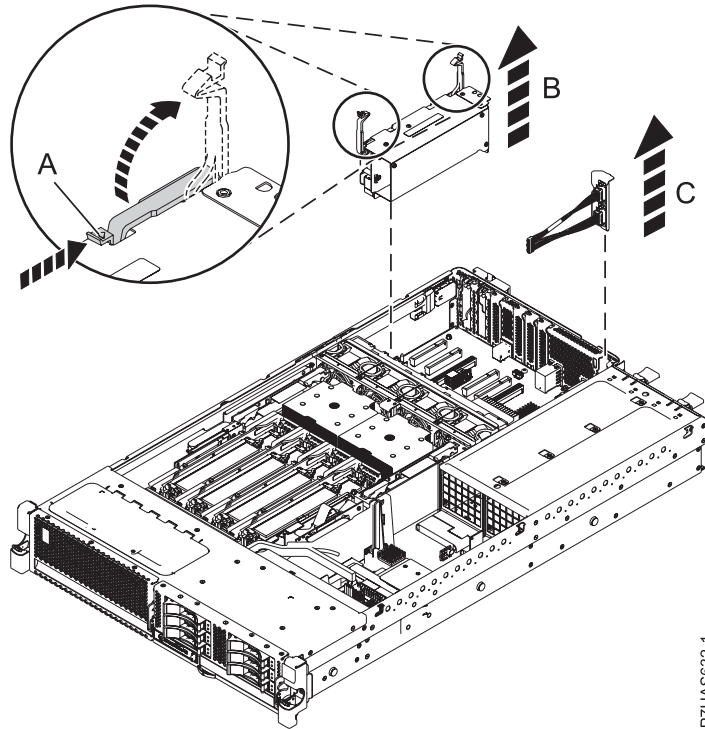
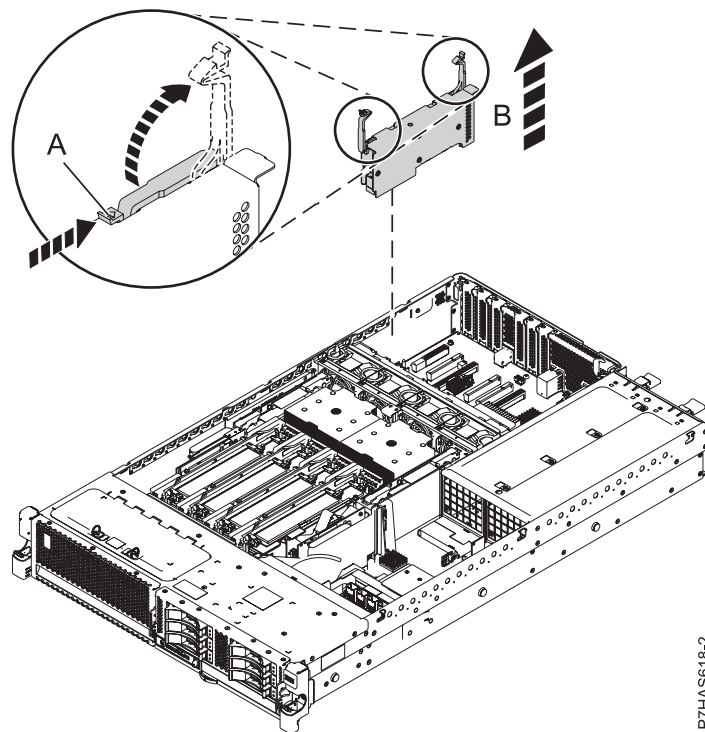

図 7. システムからの GX アダプター (FC EJ0G) の取り外し
図 8. システムからの GX アダプター (FC EJ0H) の取り外し
13. システムを保守位置にした状態で、10 ページの図 7 および 10 ページの図 8 に示すように、GX ++ アダプター (フィーチャー・コード (FC) EJ0G または FC EJ0H) (B) のラッチ (A) をアンロックします。
14. ラッチ (A) をオープン位置まで均等に引き上げ、アダプター (B) のラッチをつかみ、アダプターをシステムの GX スロット 2 (P1-C8) から (FC EJ0G の場合、10 ページの図 7 を参照) あるいは GX スロット 1 またはスロット 2 から (FC EJ0H の場合、10 ページの図 8 を参照) 持ち上げて外します。
- b. 10 ページの図 7 に示すように、FC EJ0G 2 ポート SPCN ケーブル・アセンブリー (C) のテール・ストック・ブラケットの上部を注意してつかみ、システムの GX スロット 1 (P1-C1) から持ち上げて外します。